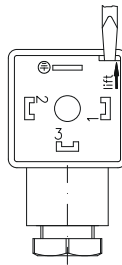

Abb. 8
- ✚ Öffnen Sie das Innenteil ⑧ der Leitungsdose ② mit einem Schraubendreher oder einem ähnlichen Werkzeug (⇒ Abb. 8).